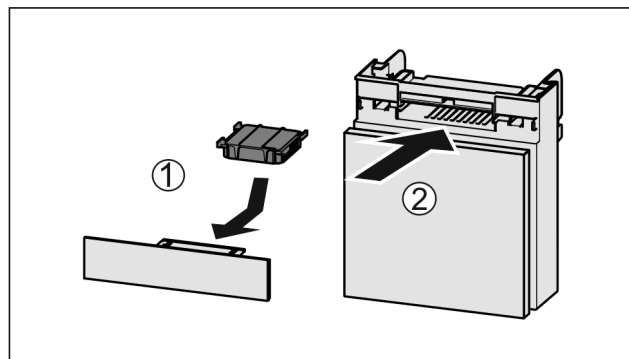

Fig. 32
- ▶ Sett inn Fig. 32 (1) aktivkullfilteret etter figuren.
- ▶ Skyv inn Fig. 32 (2) hyllen.